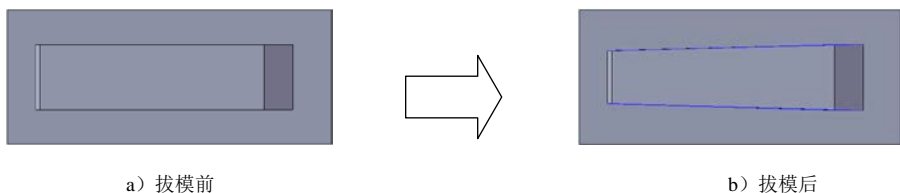
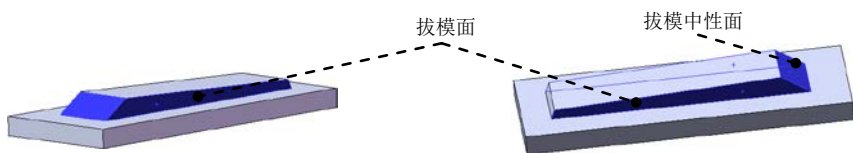

图 12.2.6 拔模 1
图 12.2.7 拔模参考面
(3) 定义拉伸深度属性。
① 定义深度方向。采用系统默认的深度方向。
② 定义深度类型和深度值。在“凸台—拉伸”对话框 **方向 1** 区域的下拉列表中选择 **两侧对称** 选项，在 **D1** 中输入深度值 34.0。
(4) 单击  按钮，完成凸台—拉伸 2 的创作。
Step4. 创建图 12.2.6 所示的零件特征——拔模 1。
(1) 选择命令。选择下拉菜单 **插入(I)** → **特征(F)** → **拔模(D)...** 命令（或单击“特征(F)”工具栏中的  按钮）。
(2) 定义拔模中性面。在 **中性面(N)** 区域的  中选取图 12.2.7 所示的表面作为拔模中性面。
(3) 定义拔模面。在 **拔模面(F)** 区域的  选项中选取图 12.2.7 所示的表面作为拔模面。